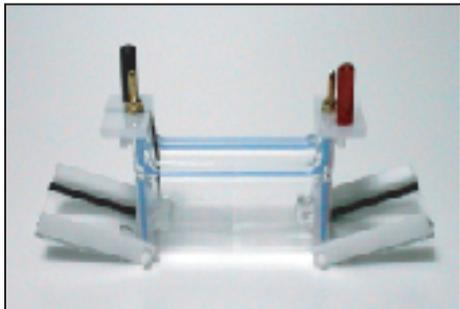

図1
1. アッパーバッファーチャンバーの下端にある2本のロッドにカセットホルダー-BをリムーブガイドB (黒) の側に、カセットホルダー-RをリムーブガイドR (赤) の側にそれぞれセットします。(図1)